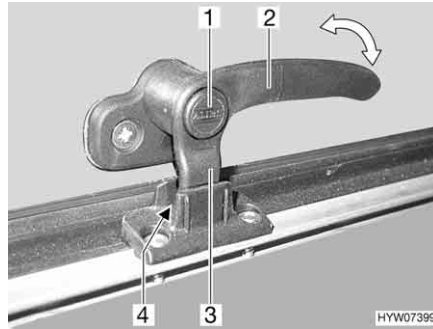
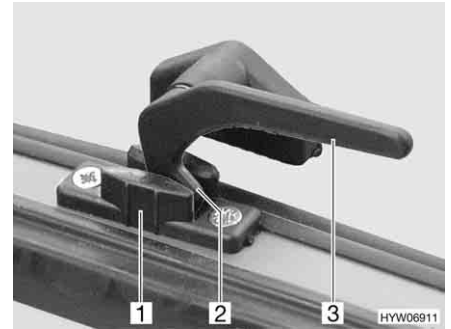

Bild 74 Verriegelungshebel mit Sicherungsknopf in Stellung "Dauerbelüftung"
Bild 75 Verriegelungshebel in Stellung "Dauerbelüftung"
- in Stellung "Dauerbelüftung" (Bild 74 und Bild 75)
- Wenn vorhanden, Sicherungsknopf (Bild 74,1) drücken und gedrückt halten.
- Den Verriegelungshebel (Bild 74,2 oder Bild 75,3) eine viertel Umdrehung zur Fenstermitte hin drehen.
- Den Verriegelungshebel wieder zurückdrehen. Die Verriegelungsnase (Bild 74,3 oder Bild 75,2) am Verriegelungshebel dabei in die Aussparung der Fensterverriegelung (Bild 74,4 oder Bild 75,1) einfahren.
- Wenn vorhanden, Sicherungsknopf (Bild 74,1) loslassen.